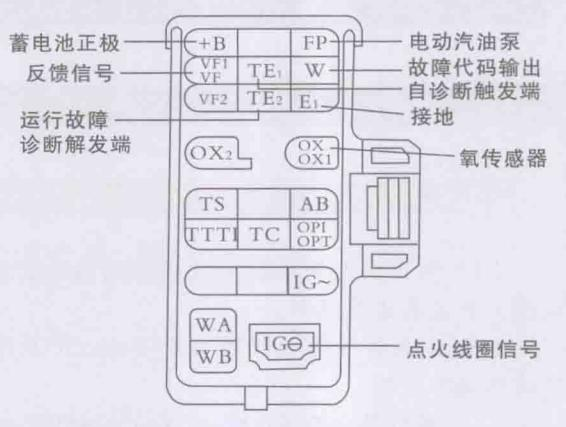

图1-6 丰田轿车故障检测插座座孔
- (1) 让发动机熄火，将点火开关置于“OFF”。
- (2) 打开发动机故障检测插座盖，用跨接线连接故障检测插座上的TE1和E1两座孔(图1-6)。
- (3) 将指针式万用表置于直流电压挡(量程为25V左右)，把正表笔接故障检测插座上的W座孔(故障代码输出座孔)，负表笔搭铁(接E1座孔)。
(4) 将点火开关转置“ON”，但不要启动发动机。此时，故障检测插座内的故障代码输出座孔就会输出一串电压脉冲信号，其脉冲的形式和使发动机故障灯闪烁的电压脉冲相同。若控制系统工作正常，ECU内没有故障代码，万用表指针便以5次/s的频率连续摆动。若ECU内存有故障代码，则万用表指针以设定的摆动方式来显示故障代码。例如，当故障代码为“23”时，万用表指针先以2次/s的频率摆动2次(表示故障代码的十位数为2)，然后停歇1.5s，再以2次/s的频率摆动3次(表示故障代码的个位数为3)。当ECU内存有几个故障代码时，ECU则按故障代码的大小依次输出所有储存的故障代码，相邻两个故障代码之间的停歇时间为2.5s。当ECU将所有故障代码全部输出后，停歇4.5s，ECU再重复输出全部故障代码，直至从故障检测插座上拔下跨接线。
(5) 读取所有故障代码后，从故障检测插座上拔下跨接线和万用表表笔，盖好罩盖，并将点火开关转至“OFF”。